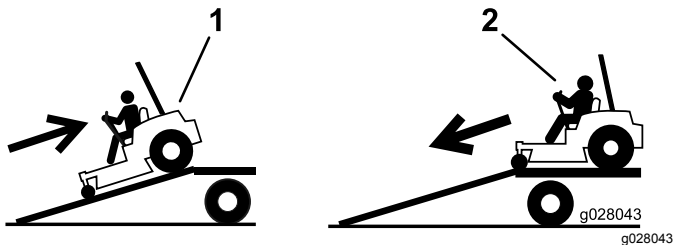

Figura 36
4. Suba la máquina por la rampa en marcha atrás (Figura 36).
2. Baje la máquina por la rampa conduciendo hacia adelante (Figura 36).